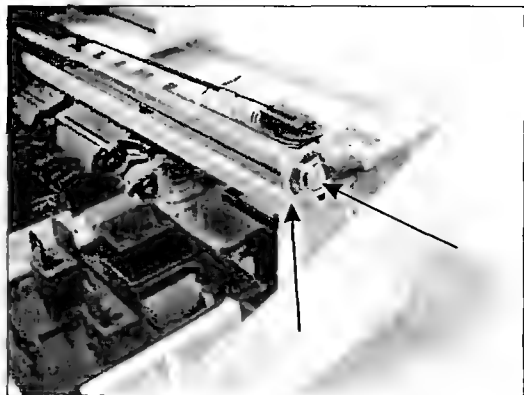

Рис. 2.8
5. Снимают направляющую ось. С правой стороны (рис. 2.8) видны пружина, стопорная шайба и клипса, фиксирующие положение оси. Снимают пружину и клипсу с этой стороны (с левой достаточно снять только пружину) и вытаскивают ось слева. Имейте в виду, что тут же освободится и каретка, но не совсем.